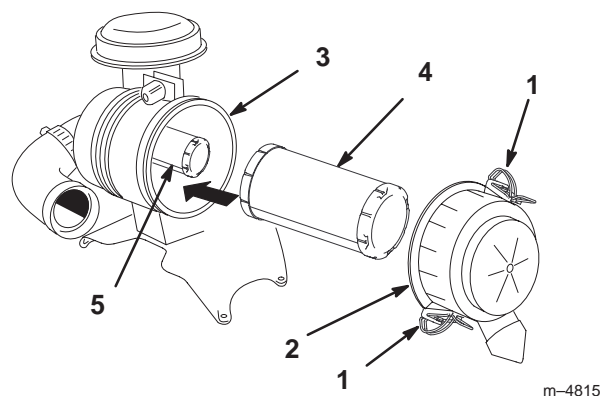

Figure 33
2. Ouvrez les dispositifs de verrouillage du filtre et ôtez le couvercle du corps du filtre (Fig. 33).
4. Sortez l'élément primaire du corps du filtre avec précaution (Fig. 33). Évitez de cogner l'élément à l'intérieur du corps.
2. Si vous remplacez l'élément de sécurité, insérez-le avec précaution dans le corps du filtre (Fig. 33).
3. Installez ensuite l'élément primaire sur l'élément de sécurité avec les mêmes précautions (Fig. 33). Assurez-vous qu'il est bien engagé en appuyant sur le rebord extérieur de l'élément que vous installez.
4. Reposez le couvercle, le côté portant l'inscription **UP** étant tourné vers le haut, et fermez les dispositifs de verrouillage (Fig. 33).